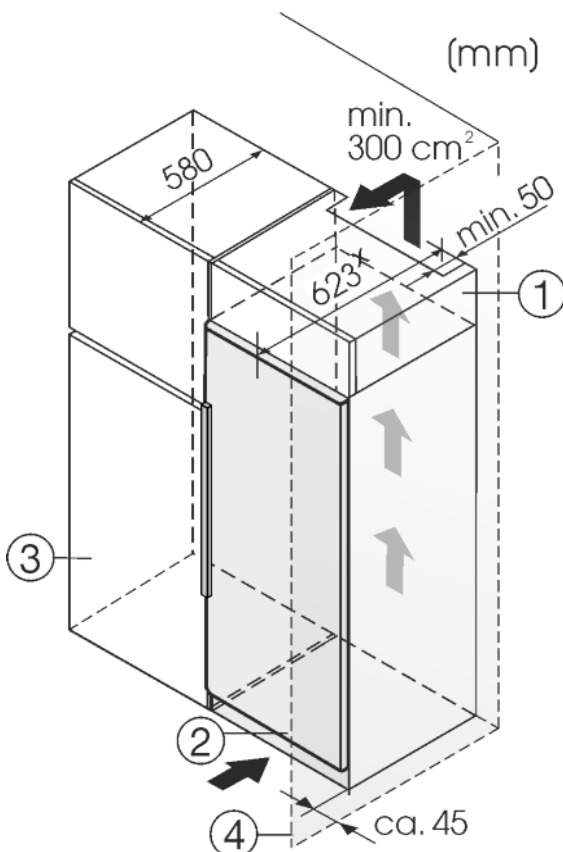

Fig. 8
Устройство может быть окружено кухонными шкафами. Чтобы уравнять устройство Fig. 8 (2) по высоте с кухонной стенкой, можно установить над устройством дополнительный шкафчик Fig. 8 (1).
Если устройство установлено на шарнирах у стены Fig. 8 (4), то расстояние между устройством и стеной должно быть не менее 40 мм. Настолько выступает ручка при открытой двери.